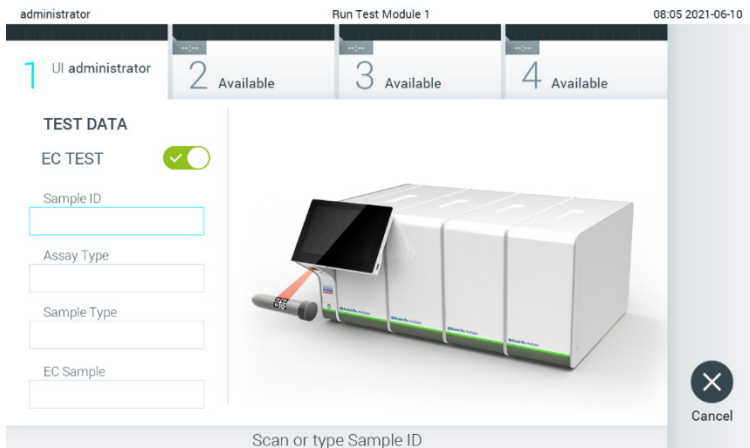

図 89. EC Test (EC 検査) トグルボタンをオンにして EC 検査を有効にする。
2. EC 検査トグルボタンをオンにします (図 89)。
3. 指示されたら、操作モジュールに内蔵のバーコードリーダーを使用してサンプルID バーコードをスキャンします (図 89)